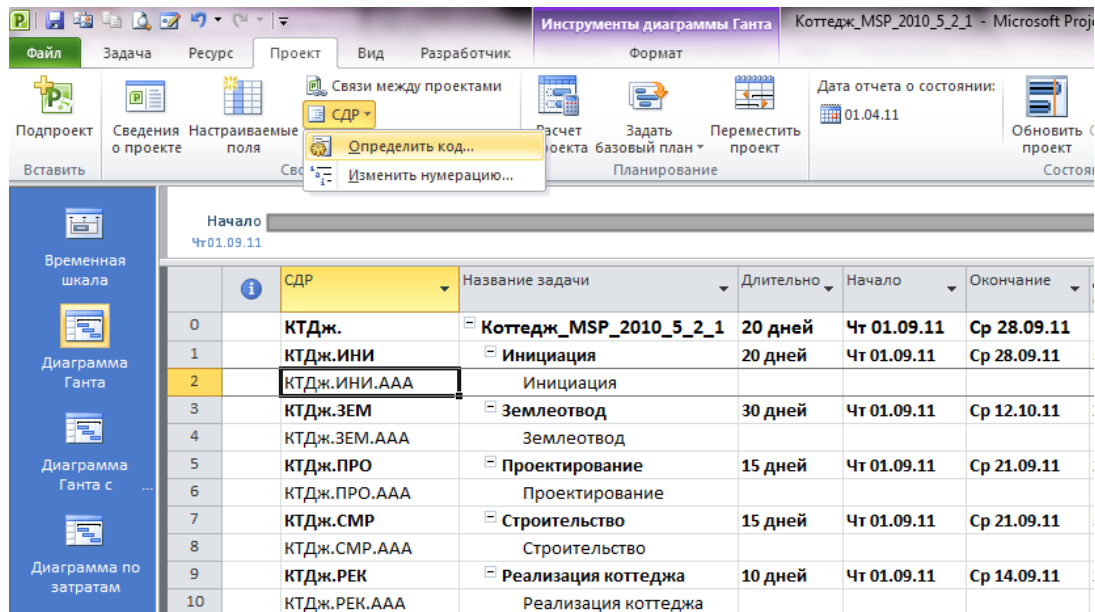

Рисунок 5.11 Готовая пользовательская СДР
4. Вывести колонку «СДР», щелкнуть мышкой на второй строчке колонки «СДР», нажать «F2» и заменить «А» на «ИН» (сокращение от «Инициация»). Со всеми остальными этапами сделать по аналогии с этапом «Инициация проекта», Рисунок 5.11.